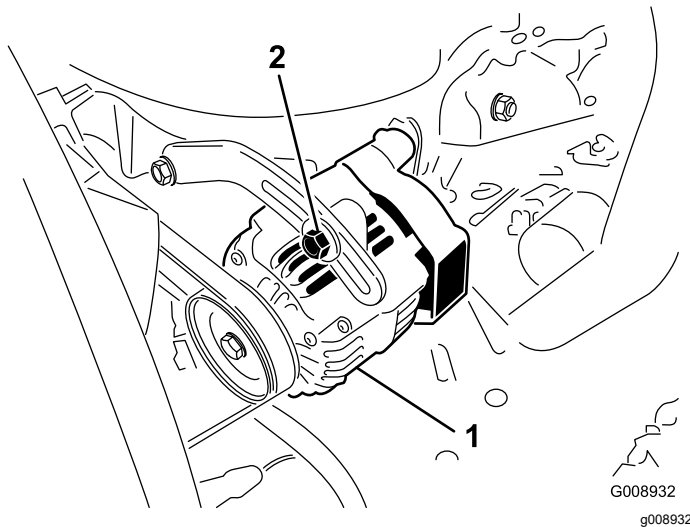

Figure 45
2. Si vous n'obtenez pas une flèche de 10 mm ( $\frac{3}{8}$  po), desserrez les boulons de fixation de l'alternateur (Figure 45).